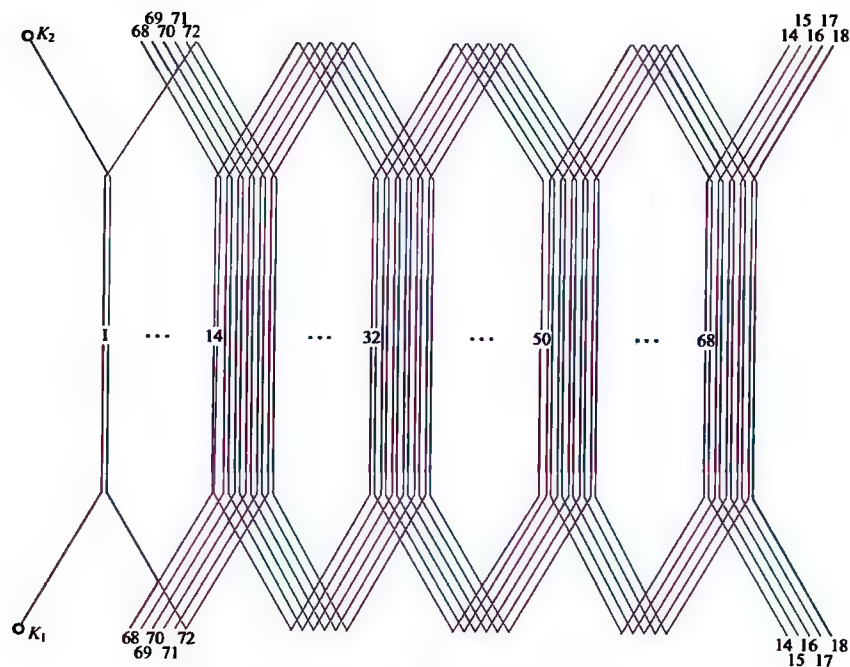

图 3-6 4 极 72 槽换位双层波绕组展开图
6. 4 极 72 槽换位双层波绕组展开图 (见图 3-6)